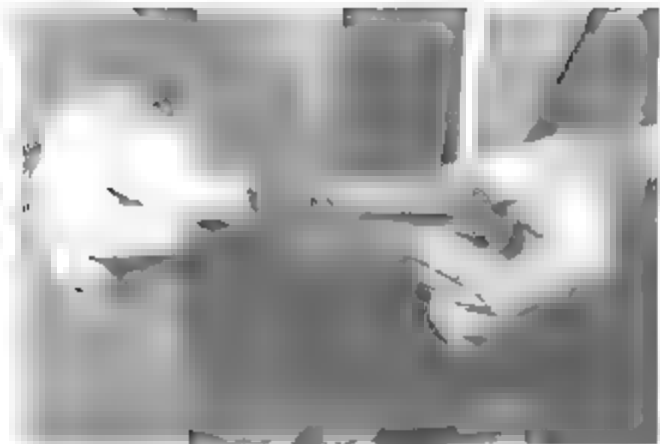

Fig 41
4) Prendere l'otturatore ed infilare sul suo foro di sede la molla rinculo otturatore (fig. 41).
4) Place the bolt recoil spring in its seat on the bolt (fig. 41).
4) Prendere l'otturatore ed introdurre dans l'orifice de son logement le ressort de recul de l'obturateur (fig. 41).